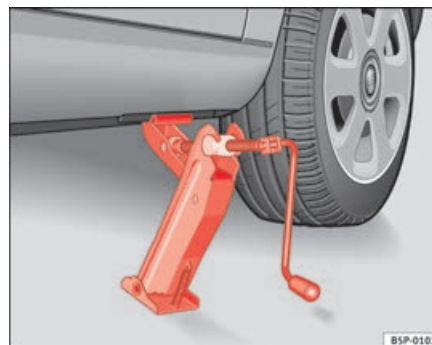

Fig. 180 Posizionamento del cric
- Applicare il cric in modo che la staffa faccia presa in corrispondenza della nervatura del montante inferiore e che la base mobile appoggi bene a terra ⇒ **fig. 180**.